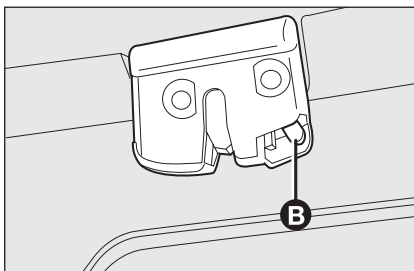

fig. 112
- pour obtenir le déverrouillage mécanique du hayon, en agissant à l'intérieur du coffre à bagages, agir sur le levier **B**-fig. 112.